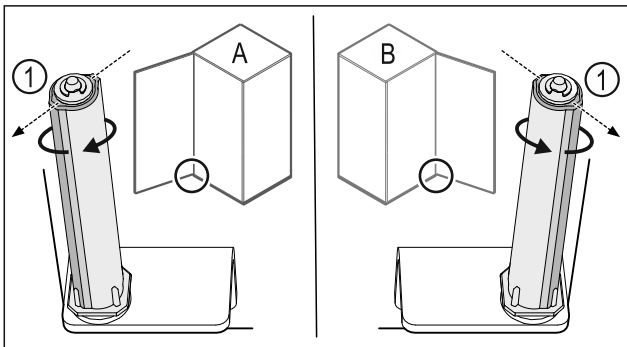

Fig. 39 左门挡(A) / 右门挡(B)
- ▶ 克服阻力转动关门系统，直至关门系统 Fig. 39 (1)的连接片朝外。